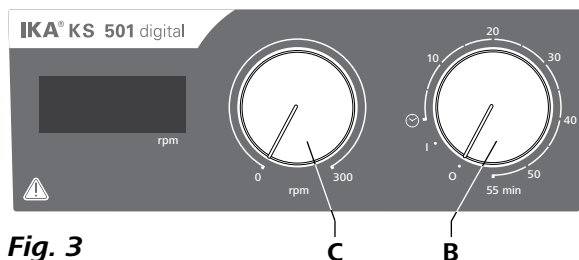

Fig. 3
- ⇒ Seadme käivitamiseks keerake pöördenuppu „**Sisse/Välja**“ ja nupp „**Taimer**“ (B, vt **Fig. 3**) päripäeva asendisse „1“.
- ⇒ Seadme väljalülitamiseks keerake pöördenuppu „**Sisse/Välja**“ ja nupp „**Taimer**“ (B) asendisse „0“.
- ⇒ Seadme käivitamiseks keerake pöördenuppu „**Sisse/Välja**“ ja nupp „**Taimer**“ (B) päripäeva üle asendi „0“.
- ⇒ Sisestage mootori pöörete arv reguleerimisnupuga „**Pöörete arv**“ (C, vt **Fig. 3**). Pöörete arv on seadistatav vahemikus 0 kuni 300 rpm.